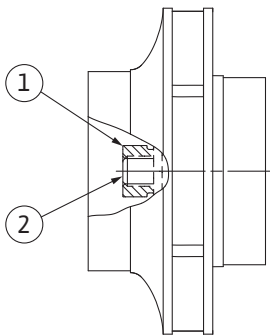

Fig. 107: Pareizs darba rata uzgriezņa stāvoklis pēc montāžas
8. Pieturiet vārpstu ar uzgriezņu atslēgu (22 mm izmērs) un pievelciet darba rata uzgriezni ar noteikumos paredzēto pievilkšanas griezes momentu (skatīt tabulu „Pievilkšanas griezes momenti“ [► 29]). Uzgrieznim (Fig. 107, 1. poz.) jābūt aptuveni $\pm 0,5$ mm vienā līmenī ar vārpstas galu (Fig. 107, 2. poz.). Ja tas tā nav, atskrūvējiet uzgriezni un atkārtojiet 4.–8. rīcības soli.